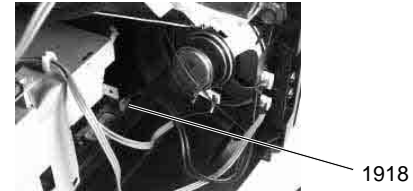

Fig. 7
- Pousser le C.I. Alimentation et l'étage vidéo avec le support de montage suffisamment vers le fond de l'appareil pour que le contact 1918 (Fig. 7) soit accessible sur le C.I. de traitement du signal.
- Push the Power Chassis and the Video Unit towards the back of the TVR so that the connector 1918 on the Signal Chassis (Fig. 7) is accessible.